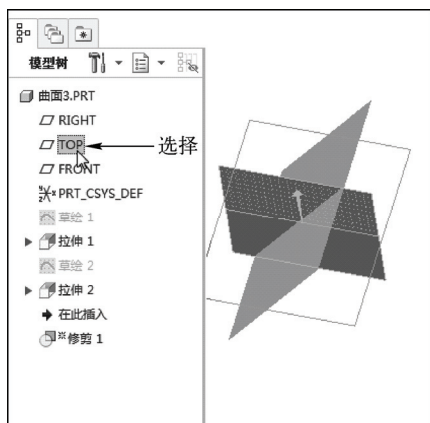

图 10-29 选择“TOP”选项
STEP 03 打开“曲面修剪”选项卡，在模型树中选择“TOP”选项，如图 10-29 所示。